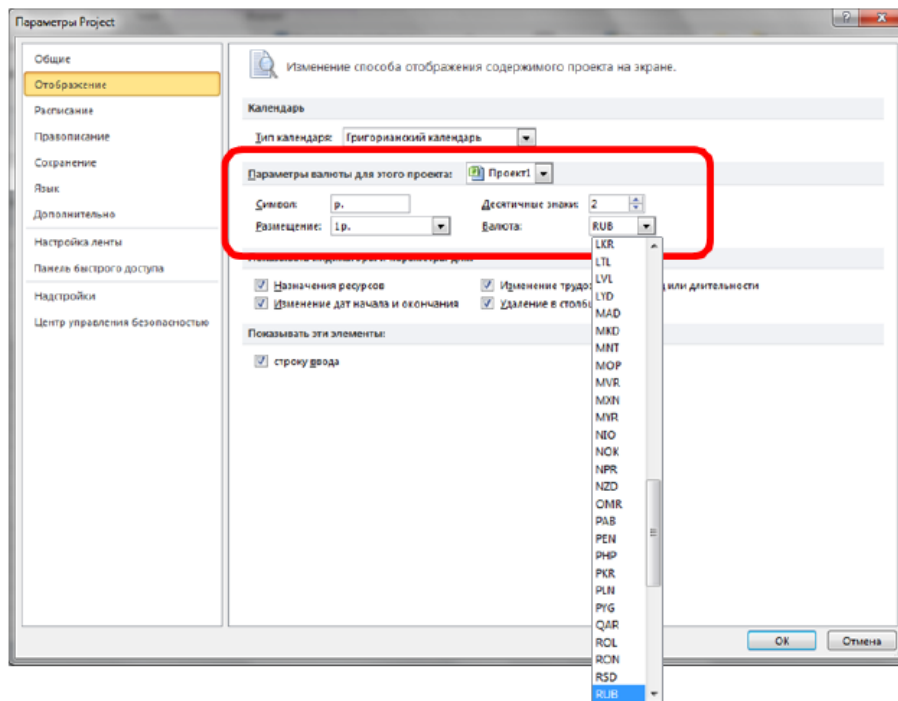

Рис. 2.8. Вибір валюти на вкладці Відображення
1. Вкладка **Відображення**. На цій вкладці в розділі **Параметри валюти** для заданого проекту необхідно вибрати валюту і спосіб її відображення в проекті (рис. 2.8). Всі витрати проекту будуть вважатися в цій валюті.